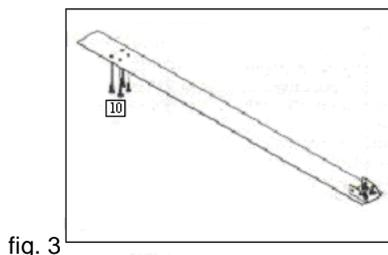

fig. 3
a. Suavemente levante el tensor (9) e inserte cuatro tornillos M5x15 (10) en los agujeros que se encuentran más cercanos al centro de la piscina. **Asegúrese de que las cabezas de los tornillos están encaradas hacia el suelo** (fig. 3). Vuelva a situar el tensor sobre el suelo y coloque la placa base (6) encima del tensor con los tornillos por dentro de los agujeros de la placa base. Sitúe la placa inferior (4)(G) sobre la placa base y sobre los tornillos que sobresalen del tensor tal (figura 4). Coloque las tuercas (11) en los tornillos y apriete las tuercas aleatoriamente. Antes de apretar compruebe que la placa base (6) no está inclinada.